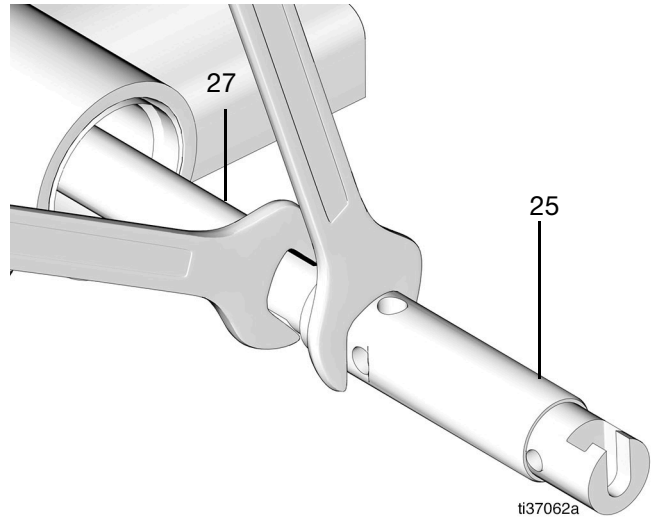
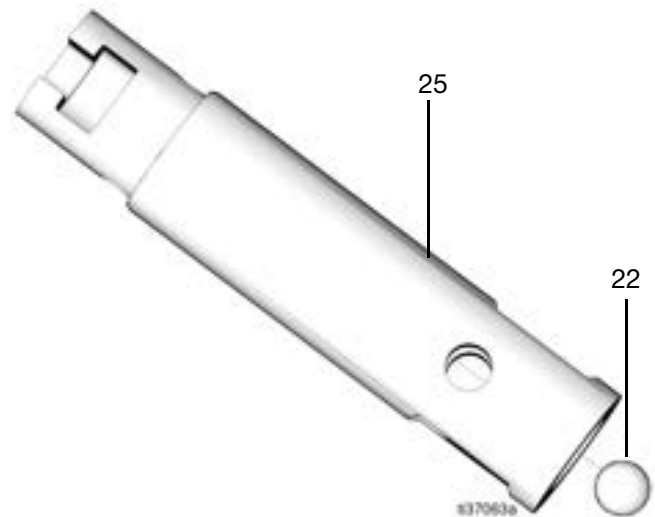

图 43
图 44
- 27. 从铲杆 (17) 上卸下泵活塞 (25)。
- 注：从泵活塞 (25) 上取下球阀 (22) (图 43和图 44)。